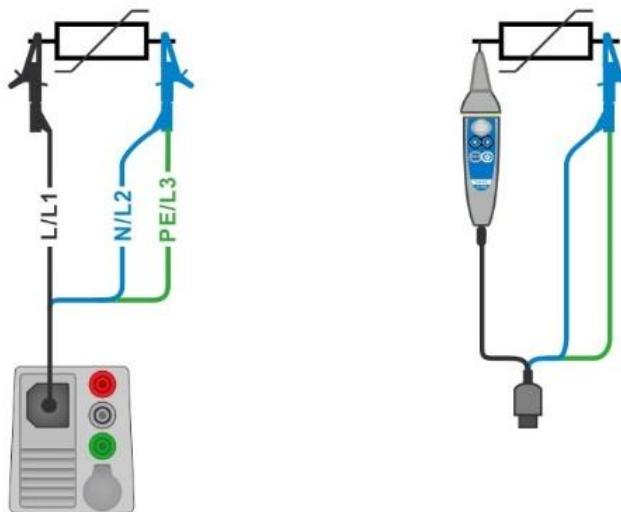

Fig. 4.18: Forbindelse med 3-leder testledninger og Tip commander (Range: 1000 V)
- Forbind testledningerne til objektet der skal testes se **Fig. 4.18**. Standard 3-leder testledning eller Tip commander bruges ved **Varistor** test når der testes i området: 1000 V.